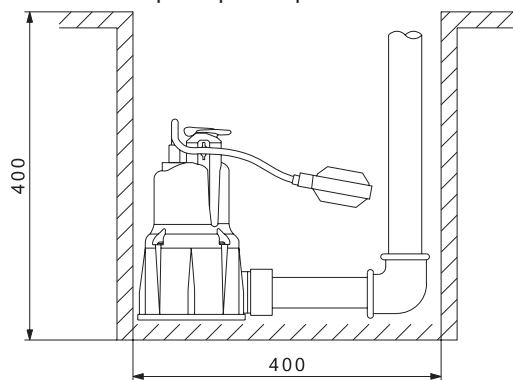
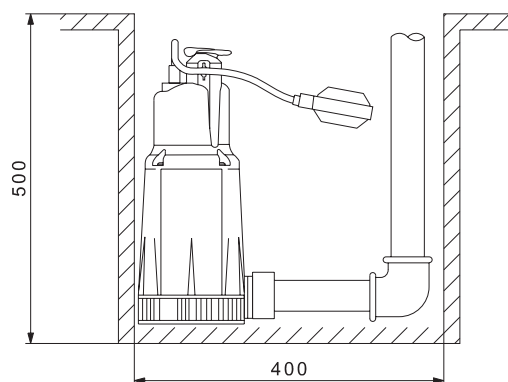

Рис. 34 Минимальные размеры приемка для насоса KPC 300 A
Рис. 35 Минимальные размеры приемка для насоса KPC 600 A
4. Для исполнения, поставляемого с поплавковым выключателем (KPC A), необходимо убедиться в том, что вся система поплавкового выключателя может свободно перемещаться. Обеспечить такие минимальные размеры приемка, которые соответствовали бы рис. 34 и рис. 35.
Для KPC: минимальные размеры прямка см. рис. 34 и 35